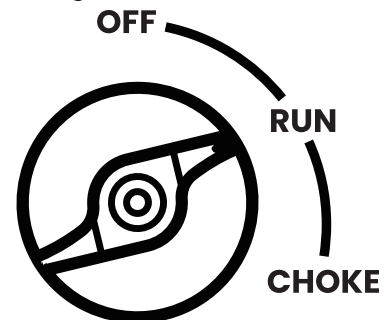

Figure 8: Tournez le commutateur moteur/carburant en position RUN.
5. Lorsque le moteur démarre et se stabilise, remettez l'interrupteur du démarreur en position RUN (voir Figure 8).